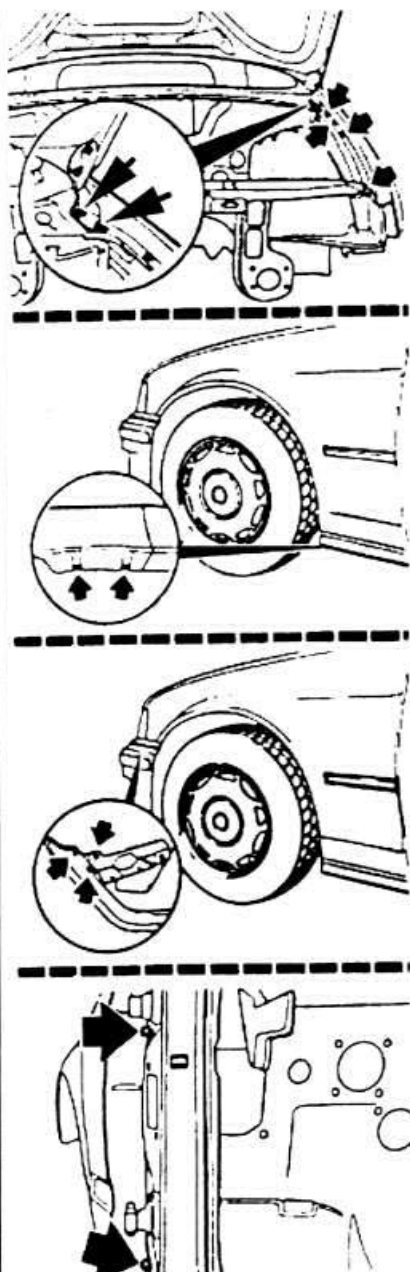

Рис. 15-8. Стрелками показаны болты крепления переднего крыла: 1 — передний болт; 2 — задний болт
- Отвернуть передний болт крепления петли кузова с нужной стороны и ослабить затяжку заднего болта (рис. 15-8).